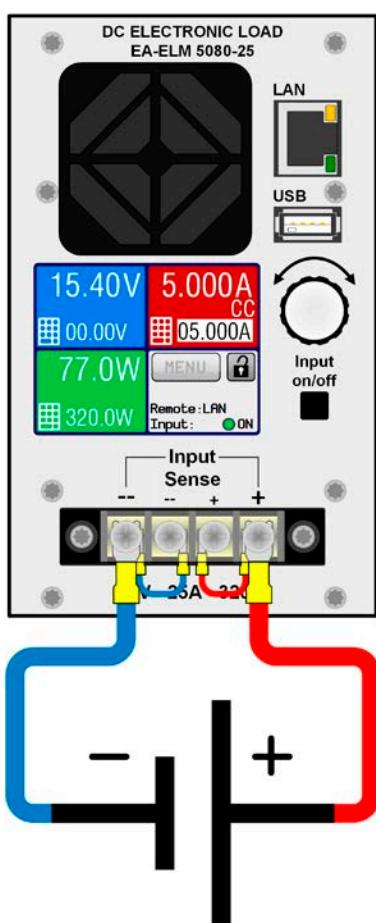
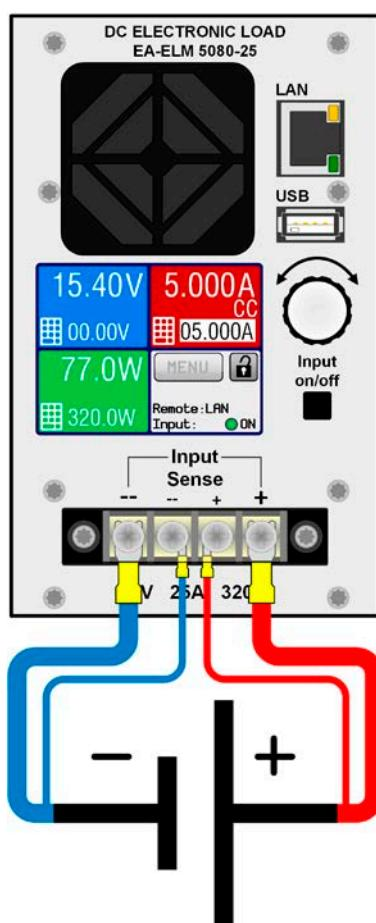

图 10 – 无感测线的直流端连线范例
图 11 – 感测线连到电压源的直流端连线范例
- 远程感测仅在恒压 (CV) 模式下有效，在其它模式下，如果可以，必须断开感测输入端的连线，因为连上后会增大震荡趋势。
- 感测线跟源极之间要+与+，-与-相连，否则会损坏两个系统。见图 11。
两种方案的连线范例，请参考图 10与图 11。